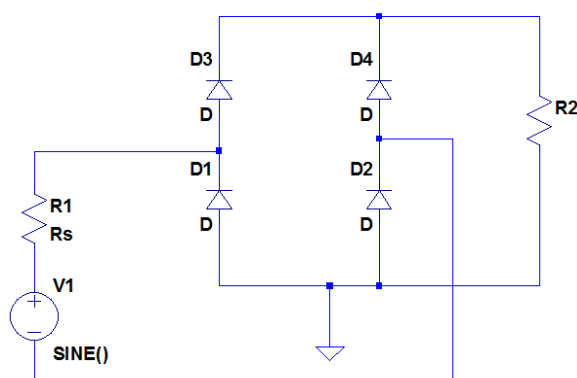

Fig. 1. Helvågslikriktaren med spänningskälla för simulering.
Fig. 1. De olika stegen i ett spänningsaggregat. Inspänningen är nätspänningen, och utspänningen är en DC spänning. Källa: Fig. 15.1, *Analog Elektronik*, B. Molin.
1. Simulera *helvågslikriktaren* enligt fig. 1, med $R_L = R_2 = 100\ \Omega$.